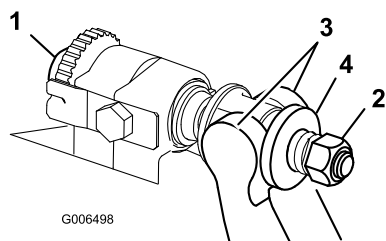

Figura 32
1. Ruotate le viti di regolazione della barra di appoggio in senso antiorario per allontanare la controlama dal cilindro (Figura 32).
2. Allentate il dado di tensione della molla, finché la rondella non sarà più in tensione contro la barra di appoggio (Figura 32).